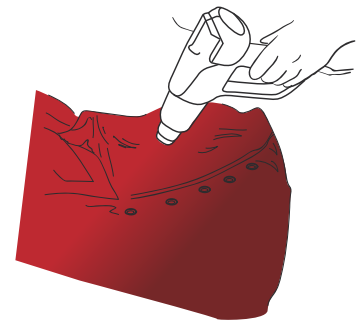

Abbildung 23
- › Erhitzen Sie dann jede Niete erneut auf 80 °C bis 90 °C. (Abb. 23)